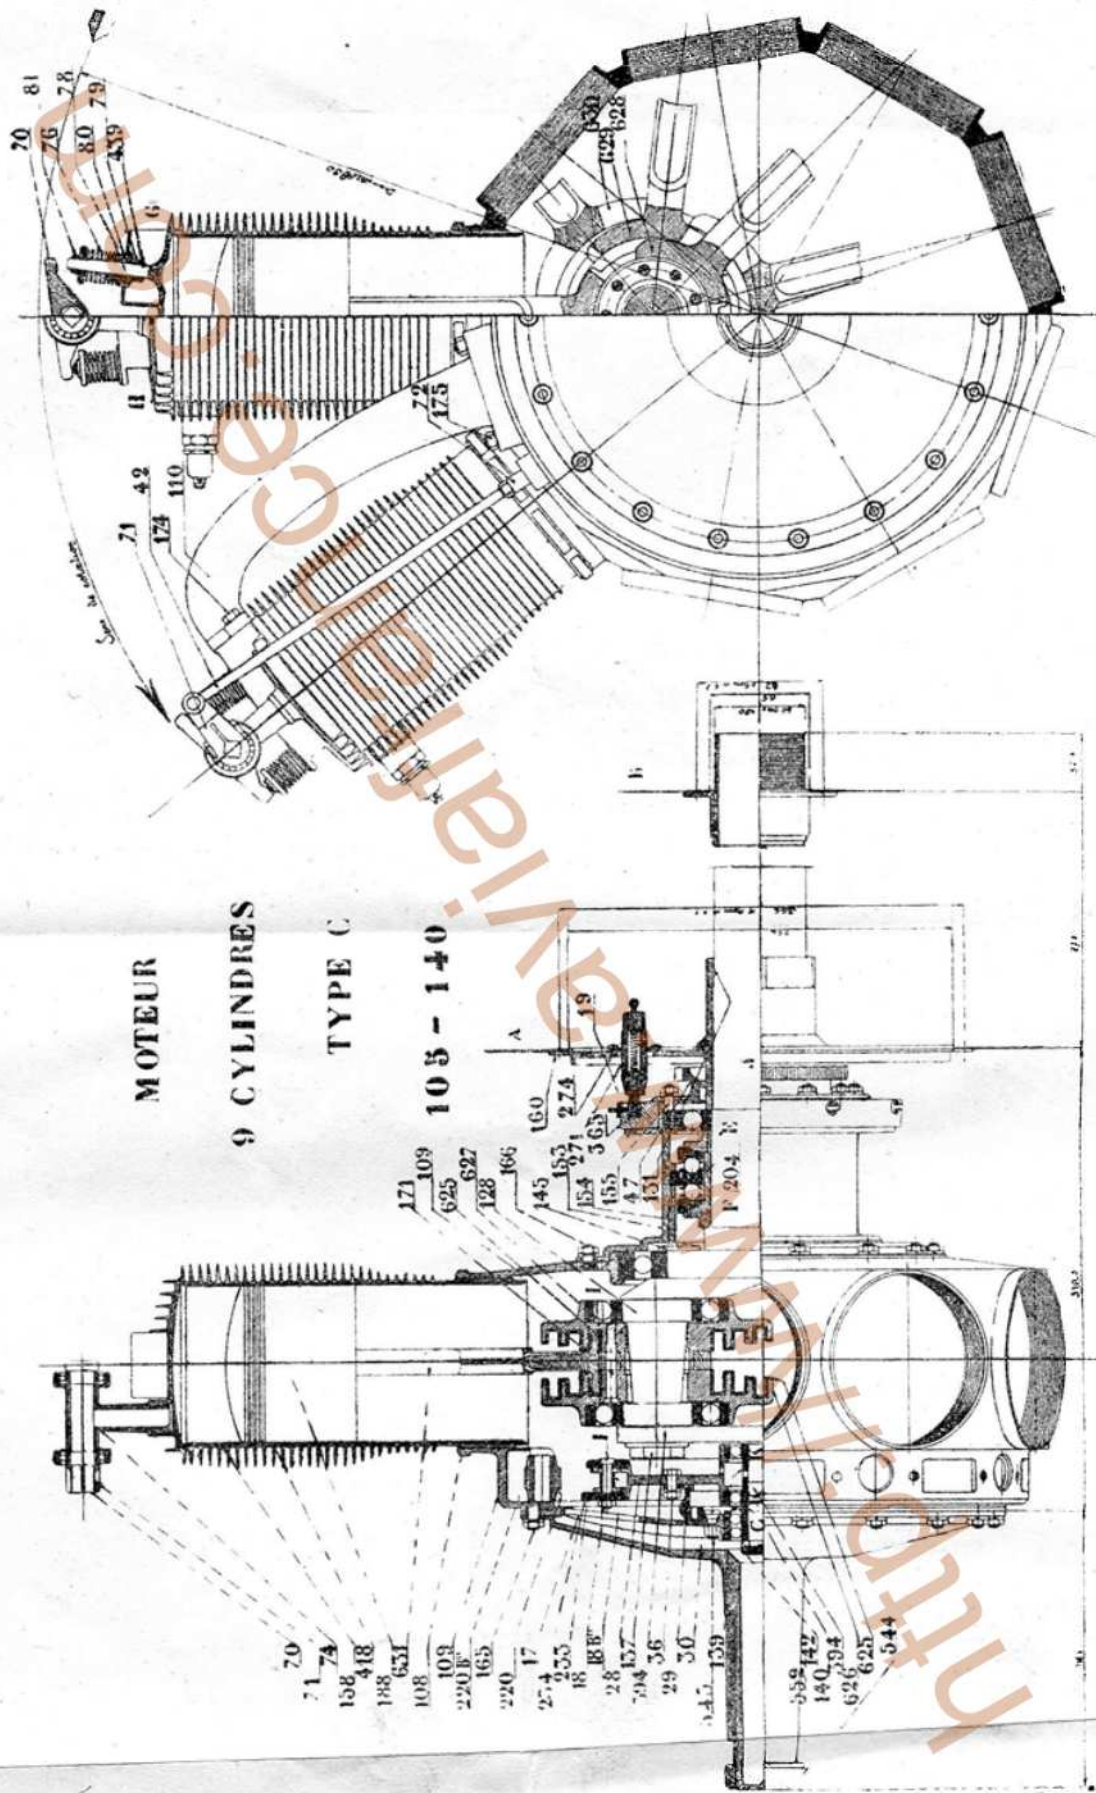

FIG 8
Elle est constituée (fig. 8) par le vilebrequin (128) qui est emmanché dans le plateau (160). Ce plateau est immobilisé par des boulons sur une des tôles A de l'aéroplane et l'arrière du vilebrequin est relié à une deuxième tôle B.